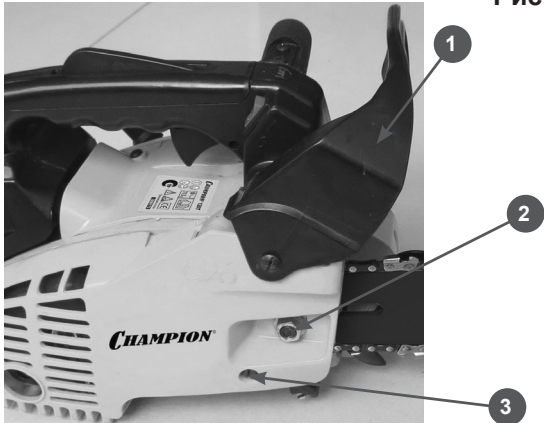

Рис.3
1. Перед установкой шины и цепи убедитесь в том, что тормоз цепи находится в расторможенном положении. Для этого рукоятку тормоза (1) Рис.3 потяните на себя до щелчка.
2. Открутите гайку (2) и снимите крышку шины.